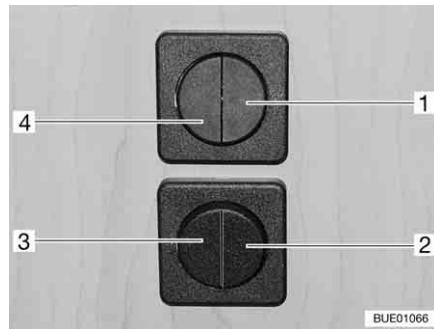

Fig. 60 Interruptores de luz
- Iluminación del grupo de asientos (Fig. 60,1)
- Iluminación de la entrada (Fig. 60,2)
- Iluminación del toldo (Fig. 60,3)
- Iluminación del habitáculo (Fig. 60,4)